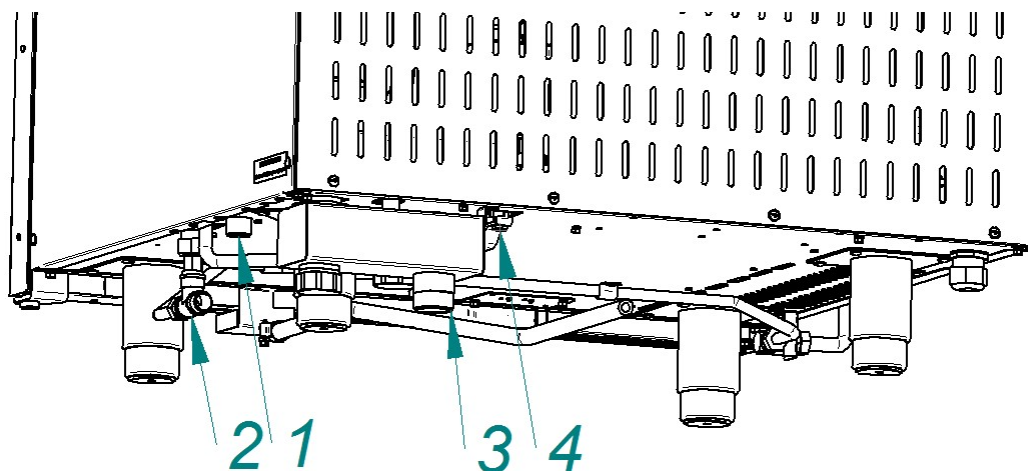
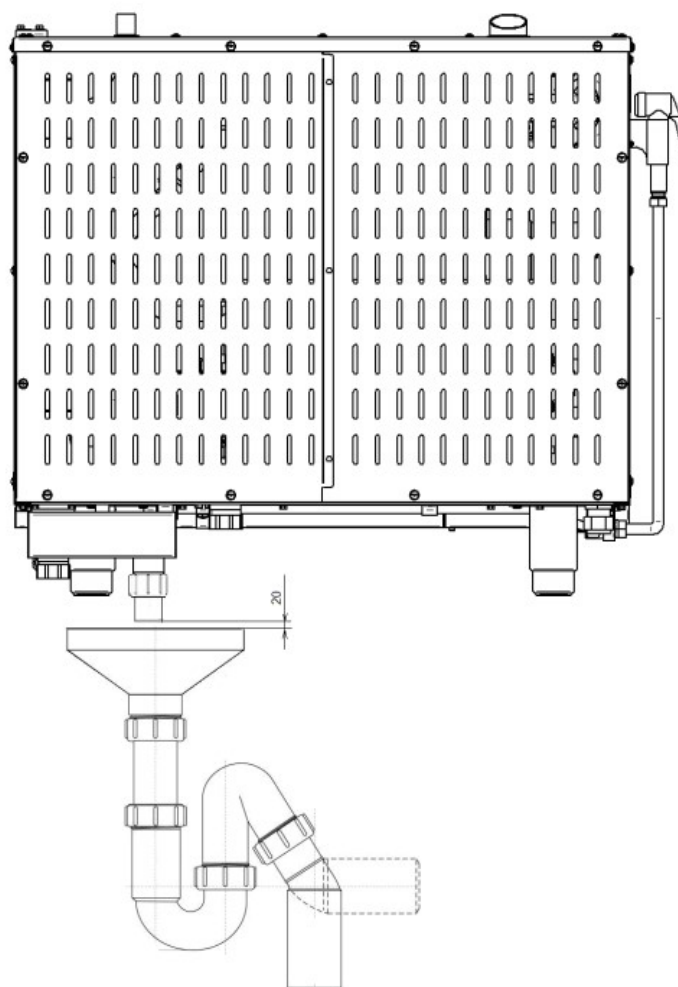

Рис. 4. Подключение к системе водоснабжения
Рис. 5. Подключение к системе канализации
- G3/4 (см. рис.4 поз.1 (наружная резьба)) – парогенератор. Подключать через водоумягчительную установку (водородно-ионного обмена). Рекомендуется использовать BRITA PURITY C300 Quell ST.
- G1/2" (см. рис.4 поз.2 (наружная резьба)) – душевое устройство и охлаждение коллектора. Допускается подключать к неподготовленной воде.
- установить кран слива парогенератора (см. рис.4 поз.4) в положение «Закрото»;
- используя шланг из комплекта поставки, подключить пароконвектомат к системе канализации (см. рис.5). Шланг подключить через штуцер с резьбой G1¼" (рис.4 поз.3). Подключение к канализации выполнить с разрывом струи не менее 20мм от верха приемной воронки (СНиП 2.04. 01-85 п. 17.11).